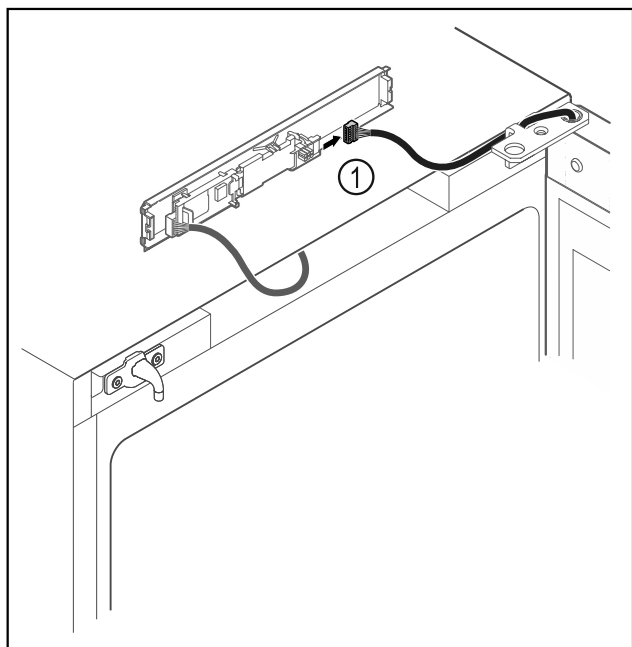

Fig. 15
- Desenchar el conector Fig. 15 (1) de la platina.